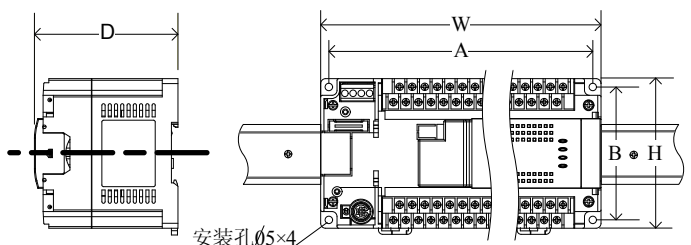

图 1 安装尺寸示意图
- ◆ 为防止机器内部温度过热，请采用正常的壁挂方式安装，如图1右图所示。要求上下留有300mm以上空间作为散热空间。